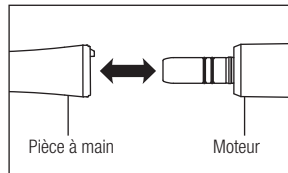

Fig. 1
- 1) Insérez la pièce à main directement au moteur (Fig. 1). Vissez la pièce à main jusqu'à ce qu'un déclic retentisse indiquant que la pièce est verrouillée en position.